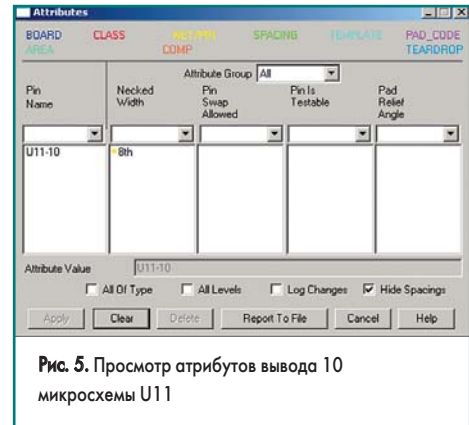

Рис. 5. Просмотр атрибутов вывода 10 микросхемы U11
- Щелчком левой кнопкой мыши выделим вывод 10 микросхемы U11 (рис. 5).